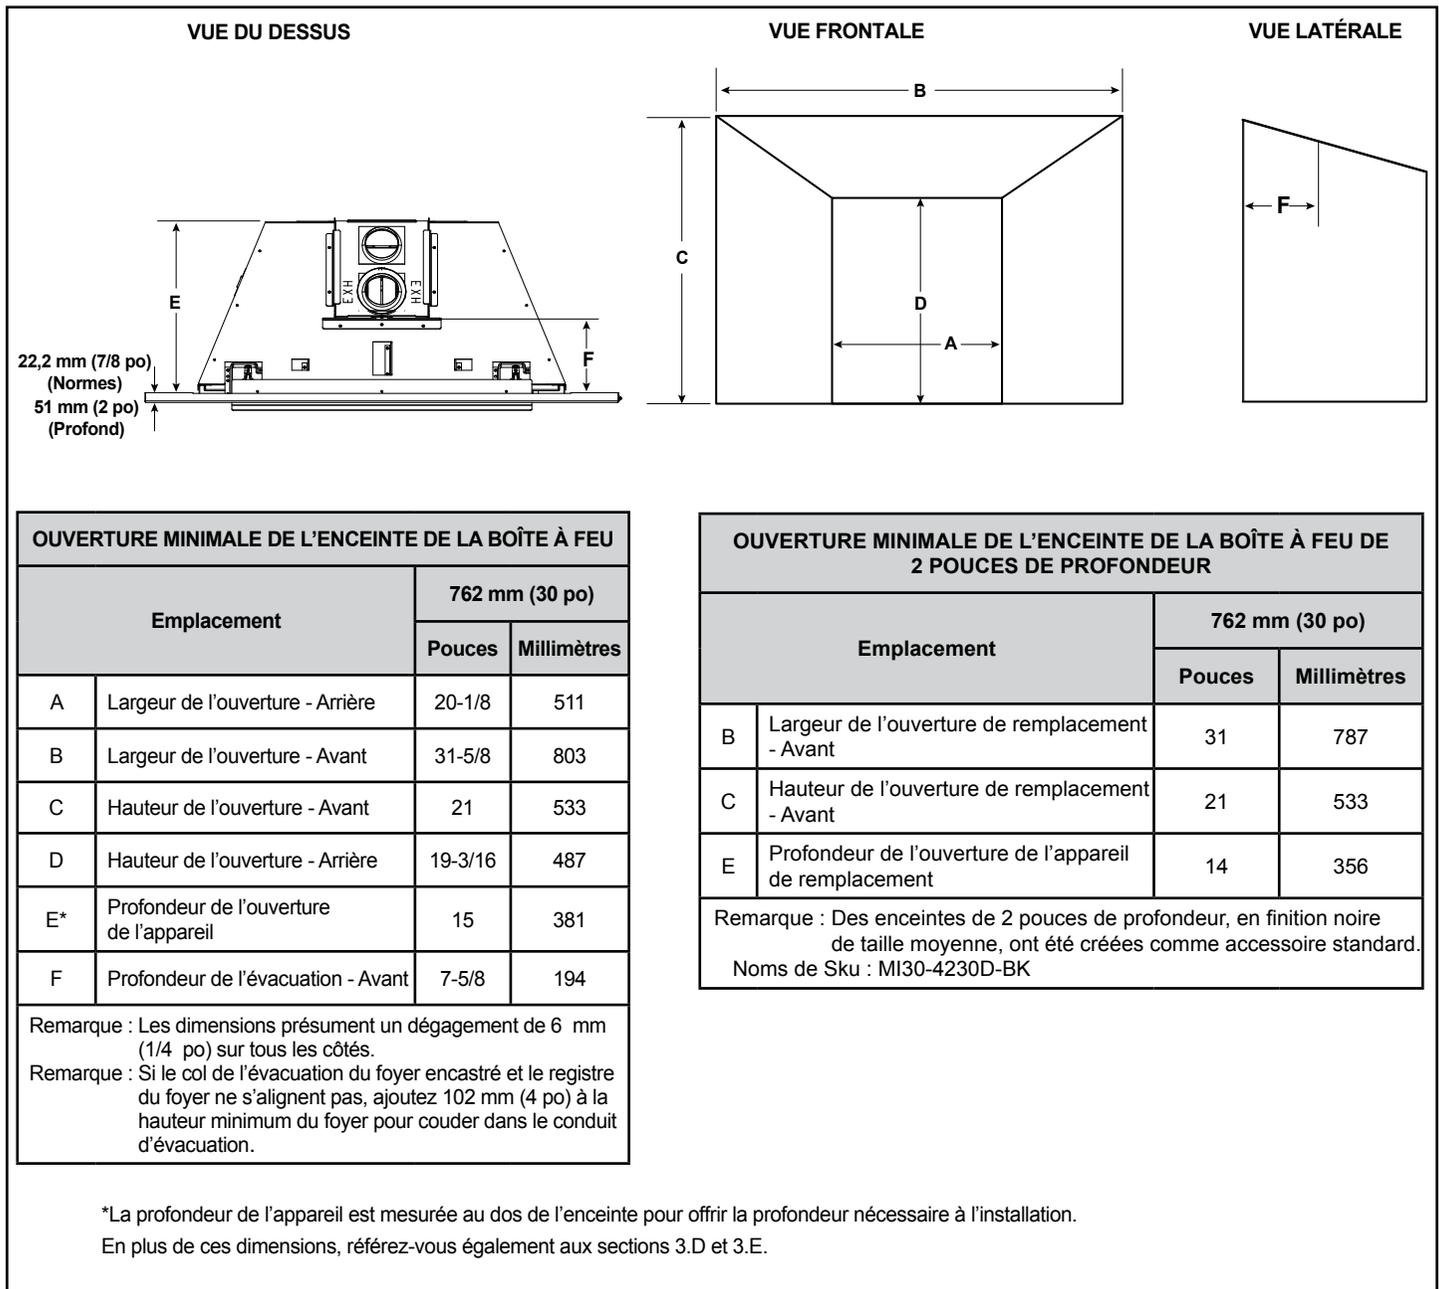

Figure 3.9 Ouverture de la boîte à feu - Enceinte et profondeur réguliers
*Remarque : L'emplacement G donne la mesure de la profondeur de l'appareil, pour la référence à la profondeur de l'installation, l'emplacement E sur la figure 3.9.
Les exigences d'ouverture minimales de la boîte à feu pour une enceinte régulière d'une profondeur de 19 mm (7/8 po) sont indiquées à la figure 3.9. Pour les ouvertures plus petites, une enceinte personnalisée est disponible.